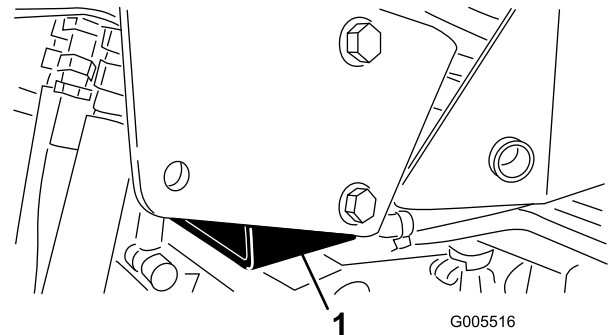

Bild 37
- Rechte Seite: Unter der Stützhalterung des Überrollschutzes (Bild 37)